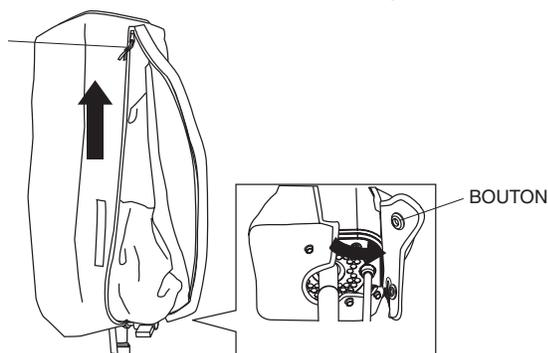

Figure 16. Dézipper la couverture du ballon
2. Détacher les trois boutons situés au bas de la couverture du ballon et dézipper la couverture. Cf. Figure 16.